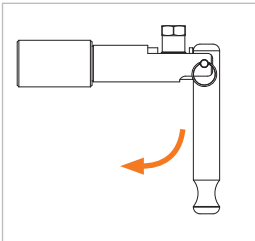

Abbildung 4
- ▶ Betätigen Sie den Spannschlüssel (Pos. 2) um 90° nach unten. (*Abbildung 4*) Der Adapter zieht sich selbstständig an den Prüfling an und stellt eine druckdichte Verbindung her.